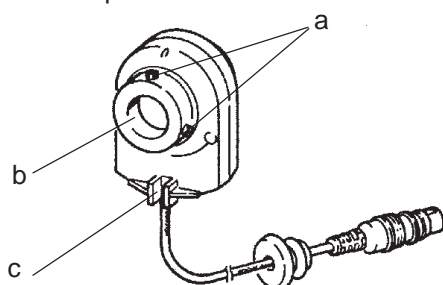

Fig. 6.10
- Fig. 6.10 est une vue frontale du synchronisateur. Le synchronisateur est monté sur le raccord prévu sur le volant de la machine; fixation est faite par 2 vis à six pans creux (a).